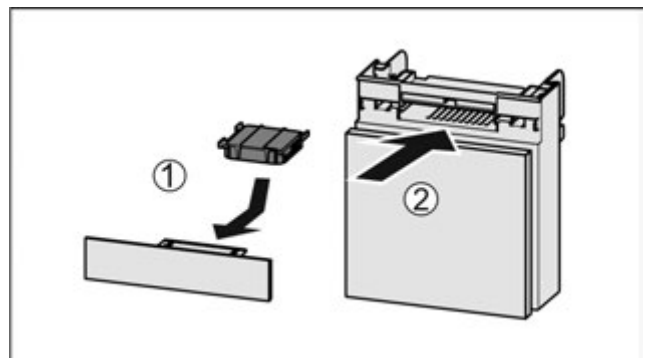

Fig. 49
- ▶ Вставити фільтр з активованого вугілля за малюнком Fig. 49 (1).
- ▶ Вставити відділення Fig. 49 (2).